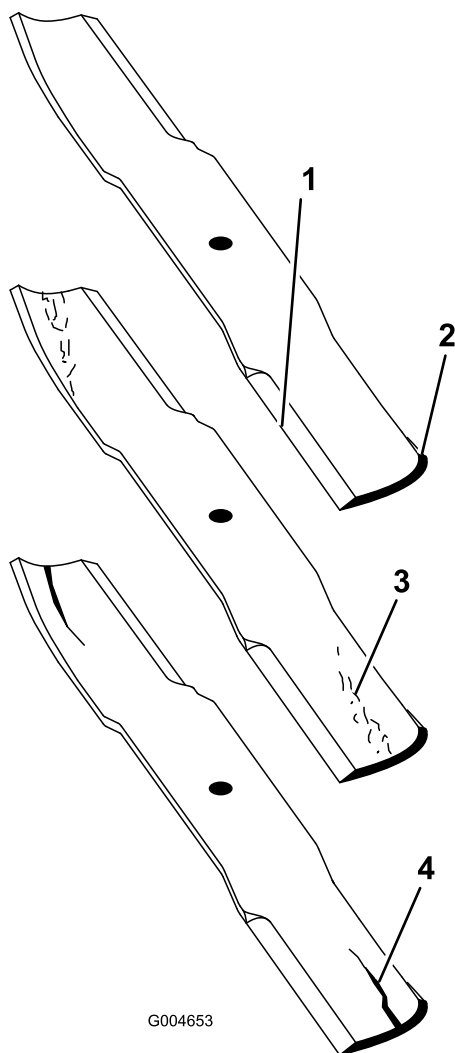

Figura 69
1. Controllate i taglienti (Figura 69).
2. Controllate le lame, in particolare l'area curva (Figura 69).
Nota: In caso di danni, usura o scanalature in questa zona (Figura 69), montate immediatamente una nuova lama.